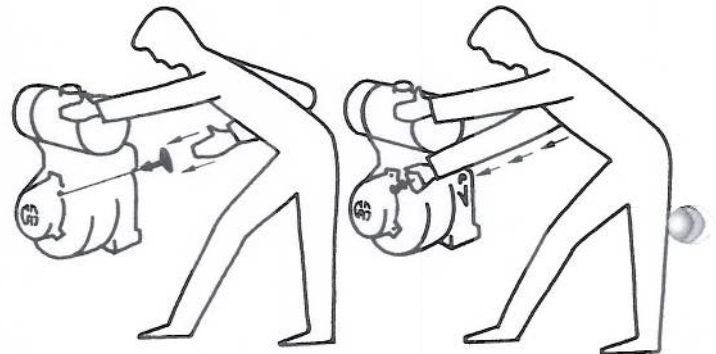

Bild 3
- b. Start mit Reversierstarter: Kräftig am Starterseil ziehen. Nach dem Anwerfen den Griff des Reversierstarters mit der Hand in seine Ausgangslage zurückbegleiten (siehe Bild 3).